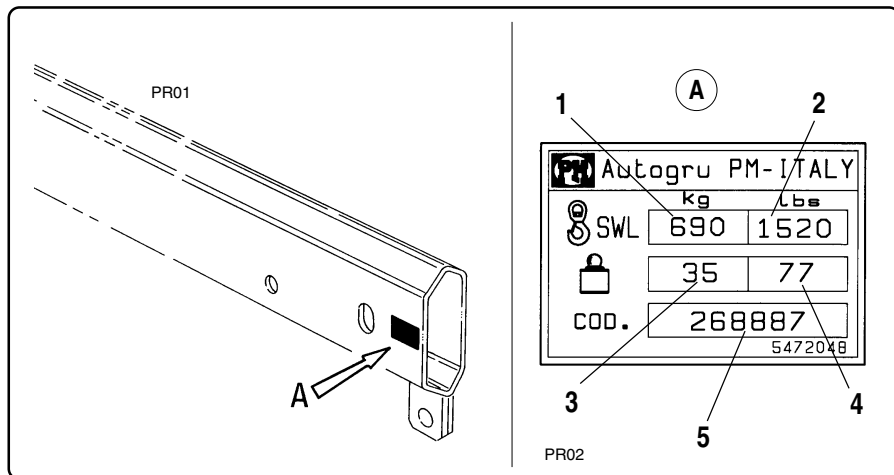

fig. 9.1.1
Il valore della portata massima ammissibile pos. "1" e "2" fig. 9.1.1, indica la portata massima di progetto della prolunga in funzione delle sole caratteristiche dimensionali e di materiale.
*The value of the maximum permitted design load in positions '1' and '2' of fig. 9.1.1 indicates the maximum design load for the extension only in relation to dimensions and materials.*